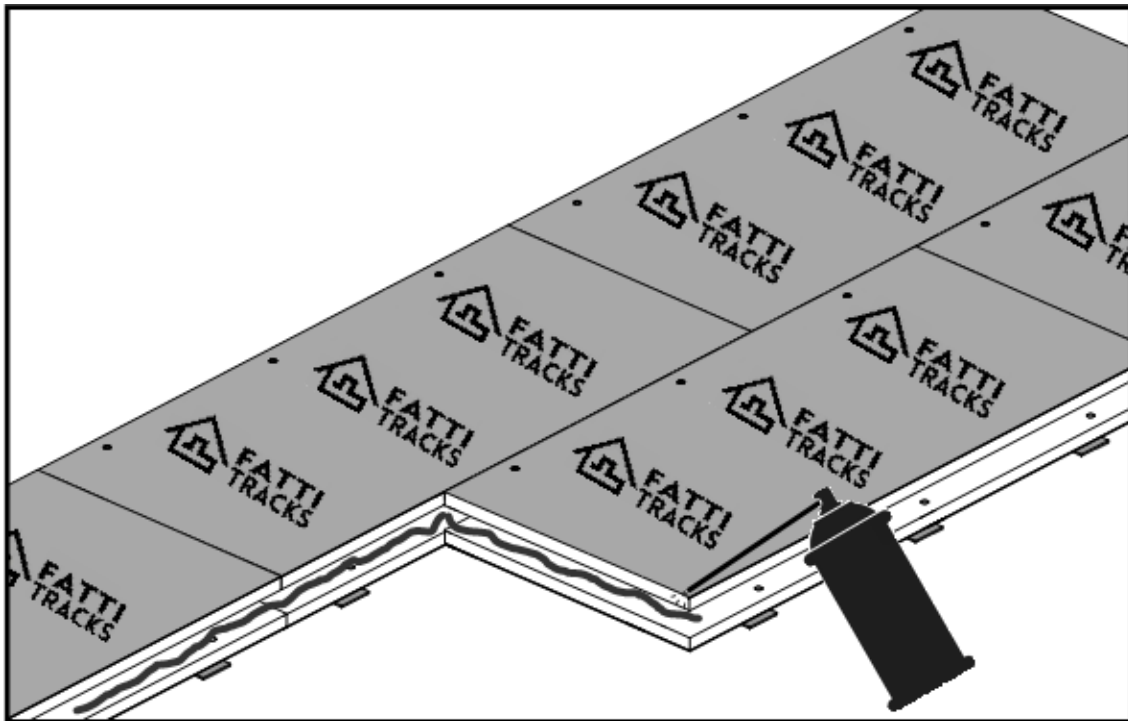

Fig. 4
- Afin d'optimiser l'étanchéité à l'eau, scellez les joints avec un composé adhésif en formant une ligne d'adhésif continue en forme de perles le long des bordures exposées du panneau à l'endroit où les panneaux se chevauchent (voir fig. 4).